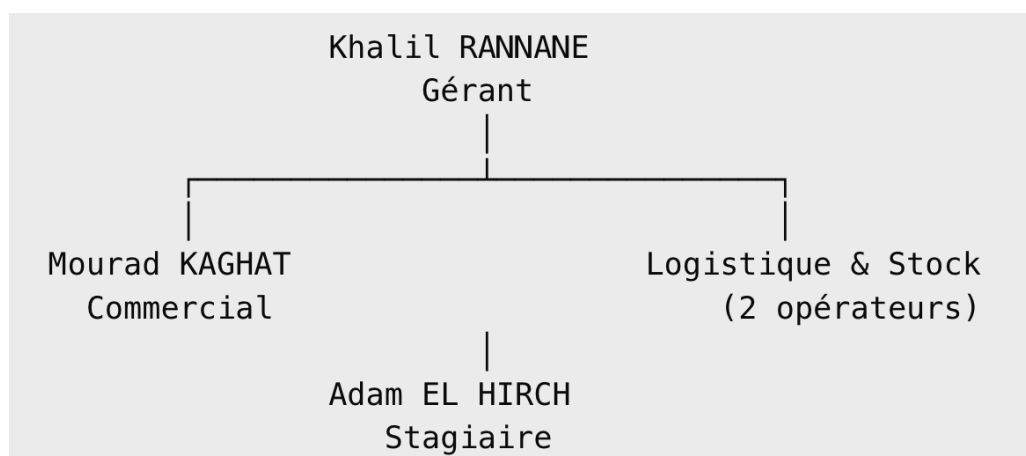

Figure 1 : Organigramme de l'entreprise.
- Figure 1 : Organigramme de l'entreprise.
Les collections créées sont : **clients**, **ventes**, **phytosanitaires**, **engrais**, **semences** (figure 1).